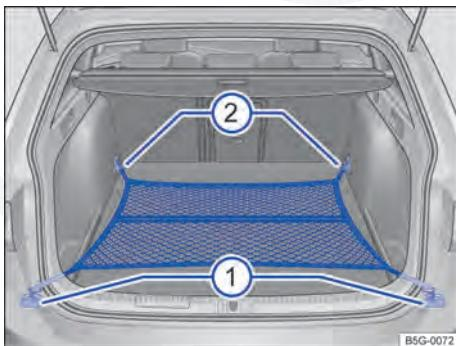

Fig. 100 No compartimento de bagagem: rede para bagagem presa de forma plana.
- Se for o caso, rebater o olhal de amarração dianteiro para fora ⇒ Fig. 100 ②.
- Prender os ganchos da rede para bagagem nos olhais de amarração ② ⇒ ▲. O zíper da rede para bagagem deve estar voltado para cima.
- Prender o gancho da rede para bagagem nos olhais de amarração ①.